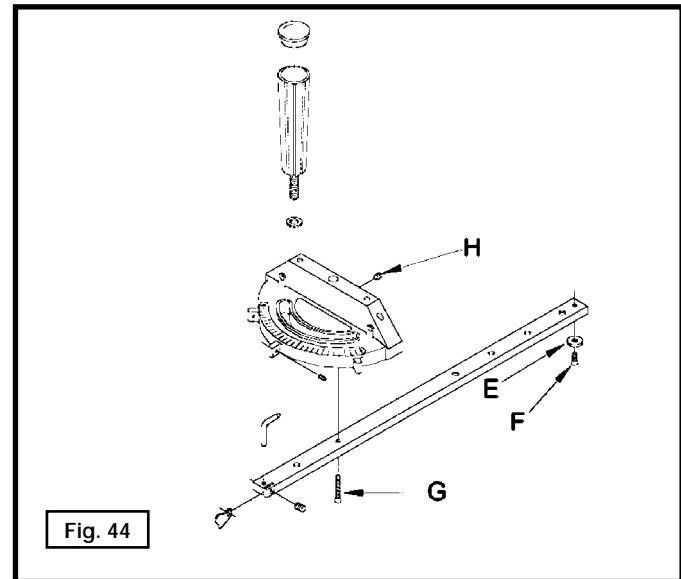

Fig. 44
La cabeza del calibrador de inglete gira en un tornillo roscado especial (G) que ajusta la cabeza a la barra del calibrador. Si la cabeza del calibrador de inglete no gira libremente, o gira con demasiada libertad, ajústela aflojando el tornillo de fijación (H) Fig. 44, y girando el tornillo (G) hacia adentro o afuera. Ajuste el tornillo (H) después de ajustarlo.
Su calibrador de inglete viene con una placa (E) Fig. 44, que se ajusta en la ranura en forma de T del banco. Esto permite que el calibrador de inglete sea empujado hacia afuera del banco sin caerse, de manera que hay más capacidad para realizar cortes más largos en la parte frontal de la hoja.